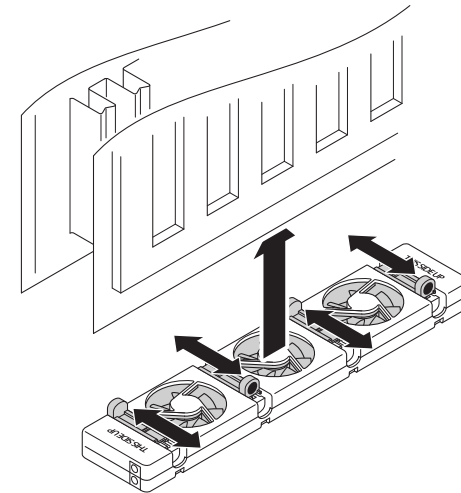

Abb. 4 – Anbringen des SpeedComfort (A) zwischen den Platten des Heizkörpers.
Für lange Heizkörper können zusätzliche **SpeedComforts** (A) mit 30 cm langen **Verbindungskabeln** (F) gekoppelt werden (siehe Abb. 4).
- Schließen Sie die **Verbindungskabel** (G) zwischen den **SpeedComforts** (A) an, um ein durchgehendes Set zu bilden.
- Mehrere **SpeedComforts** (A) können mit einem einzelnen Netzadapter (D) betrieben werden – maximal fünf pro Adapter.
- Standardmäßig werden **Verbindungskabel** (G) mit einer Länge von 30 cm mitgeliefert.
- Bei Bedarf sind längere **Verbindungskabel** von 60 cm (H) und 120 cm (I) im Webshop erhältlich.
- Alle **Verbindungskabel** können auch verwendet werden, um das Kabel des **Netzadapters** (D) oder des **Sensors** (E oder F) zu verlängern. Halten Sie die Gesamtkabellänge so kurz wie möglich und verwenden Sie ausschließlich originale SpeedComfort-Kabel.